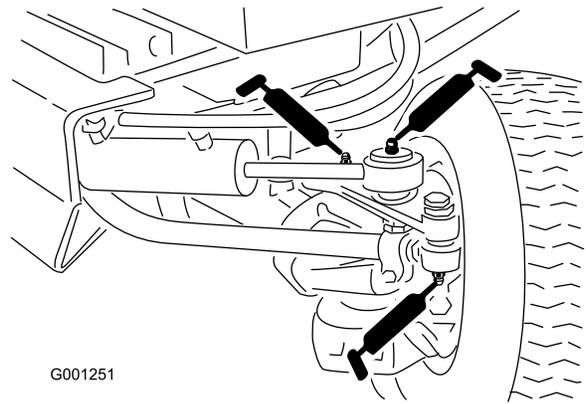

図 45
- ・ タイロッドの端部 (2か所) (図 45)
- ・ シリンダロッドの端部 (2か所) (図 45)
- ・ ステアリングのピボット (2か所) (図 45)
- ・ アクスルのピボットピン (図 45)